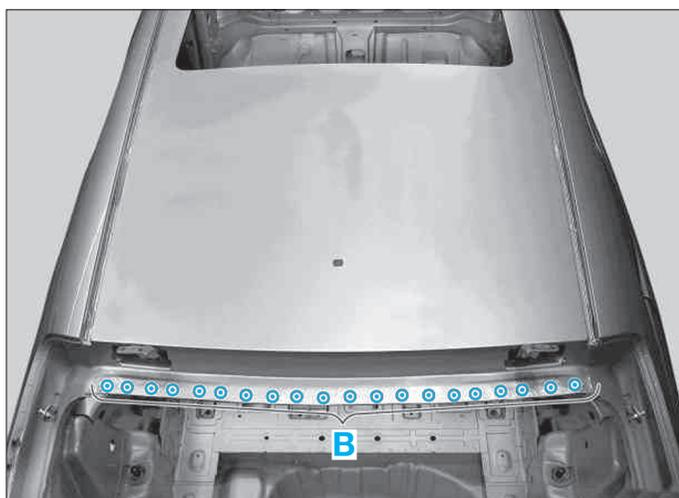

FIG. 89
- Fraiser les points de soudure, zone (B) (Fig.89).